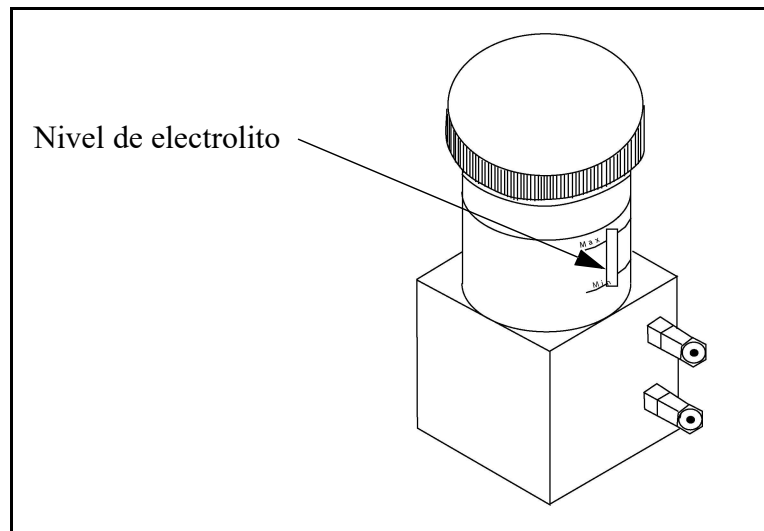

Figura 7: Nivel de electrolito de la celda de oxígeno Delta F
La celda de oxígeno Delta F se ofrece con distintos tipos de cajas de montaje. En todos los casos, la celda será como la mostrada en la *Figura 7*.
3. Compruebe el nivel de electrolito a través de la mirilla mín./máx. El electrolito debe cubrir aproximadamente el 60% de la mirilla (consulte la *Figura 7 en la página 12*). La celda ya está lista para conectarse a la línea de gas.